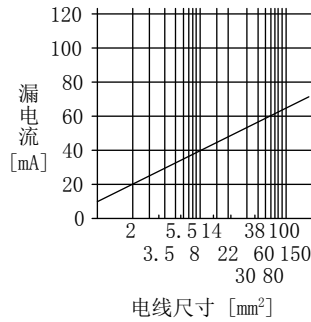

图11.2 对CV电缆进行金属接线时每1km漏电流例 (lg1, lg2)
- lg1: 从漏电断路器到伺服放大器输入端子间的电路的漏电流 (根据图11.2计算)
- lg2: 从伺服放大器输出端子到伺服电机之间的电路的漏电流 (根据图11.2计算)